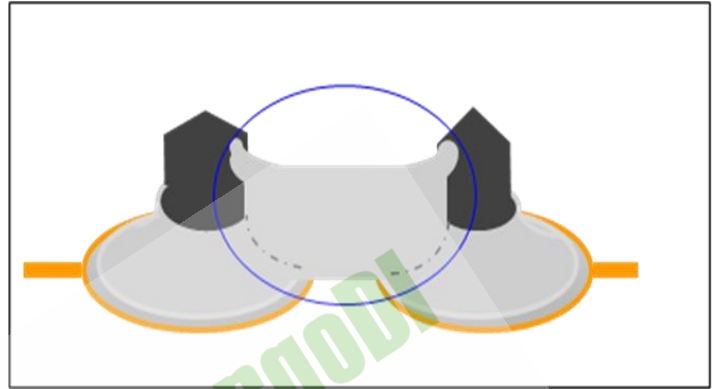

图 1 拒收状态
5.1 连焊：相邻焊点之间的焊料连接在一起，形成桥连（图 1）。在不同电位线路上，桥连不可接受；在相同电位线路上，可有条件接受连锡，对于贴片元件，同一铜箔间的连锡高度应低于贴片元件本体高度。